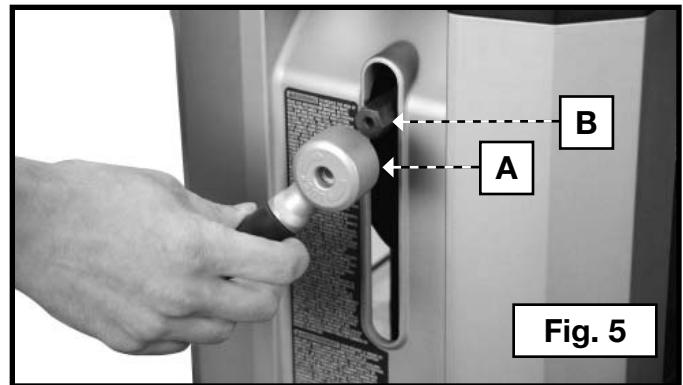

Fig. 5
Utilice la llave provista para fijar el mango de bloqueo del cabezal de corte (A) Fig. 5 al eje (B) con el tornillo de cabeza estrellada M6 de 20 mm y la arandela de bloqueo.